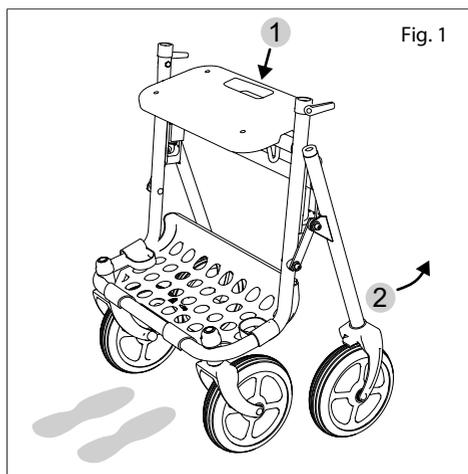

Fig. 1
1. Reggere il telaio portante in corrispondenza del foro di presa (1, fig. 1) della seduta e appoggiarlo a terra con le ruote anteriori (orientabili). Il foro di presa deve trovarsi sul lato opposto rispetto alla propria posizione.
2. Piegarsi al di sopra del telaio portante, afferrarne il lato opposto rispetto alla propria posizione e aprire il telaio (2, fig. 1).